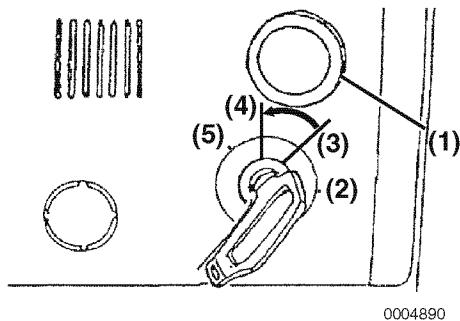

Figure 13
5. Tournez la clé sur la position ON (**Figure 13, (3)**). Il est normal que l'alarme se déclenche et que les indicateurs d'avertissement s'allument au démarrage.
6. Tout en appuyant sur le bouton STOP (**Figure 13, (1)**), tournez la clé sur la position START (**Figure 13, (2)**).
8. Placez la clé sur la position OFF (**Figure 13, (4)**). Le moteur arrête de tourner.